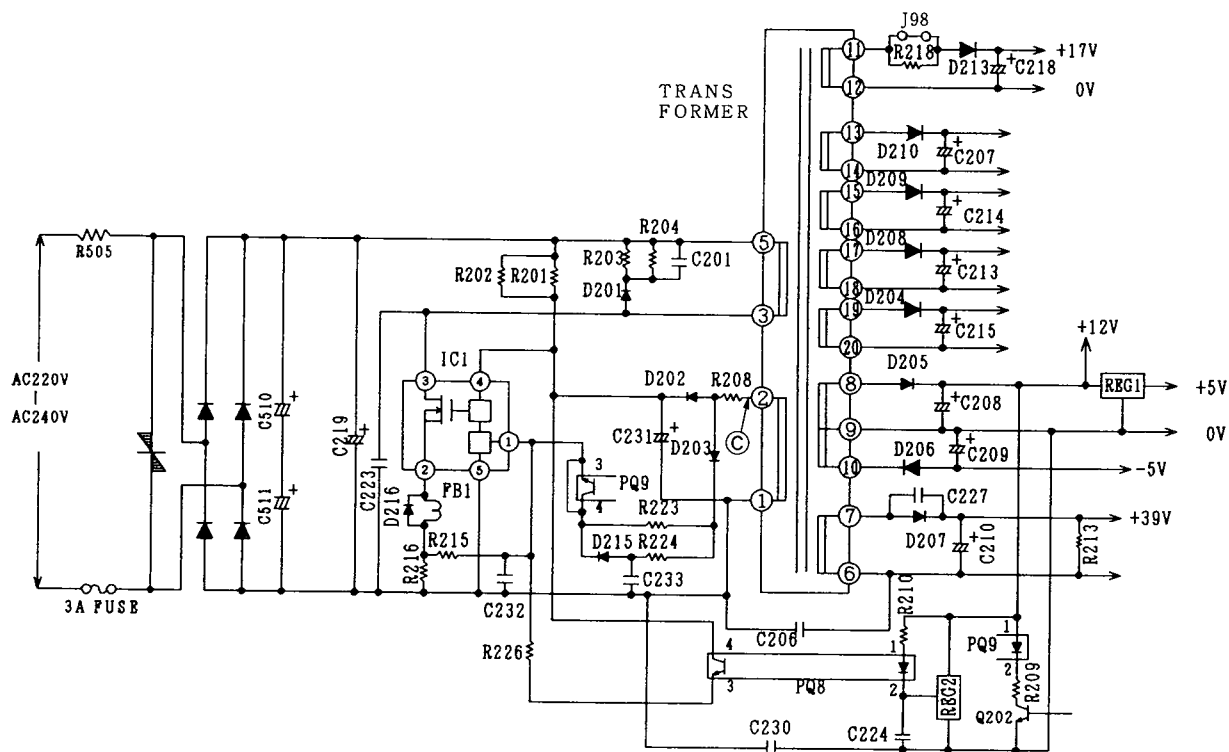

Fig. 4-1 Power circuit for P.W.B.
- (1) Den Stecker des 3pol. (WHT, YEL, RED) Leitungsdrahtes zum Kompressor, der im unteren Teil des Schaltkastens angeordnet ist, abtrennen.
- (2) Den Kompressor in Betrieb setzen (anderen als FAN-Modus) und den Start/Stopp-Schalter an der Fernbedienung drücken.
- (3) Falls normaler Betrieb für länger als 1 Minute (LD303 leuchtet) anhält, kann das Leistungsmodul als in Ordnung betrachtet werden.
- Fig. 4-1 shows the power circuit for P.W.B. and waveform at each point.